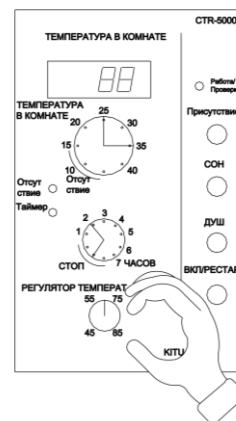

Рис. 7.
4. Установить «ТЕМПЕРАТУРА ВОДЫ» значение теплоносителя (Рис. 7.)